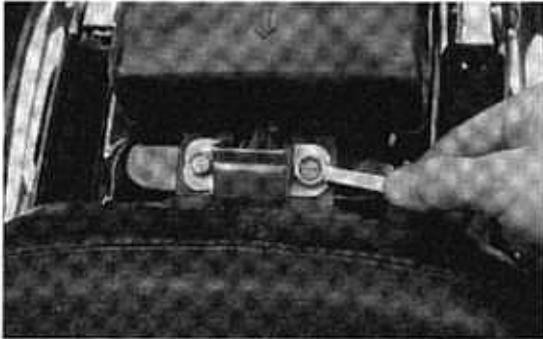

Bild 5
- Sitze abnehmen (Bilder 3 und 4). Zündbox unter Fahrersitz (Bild 5) ausstecken und Sitz abnehmen.